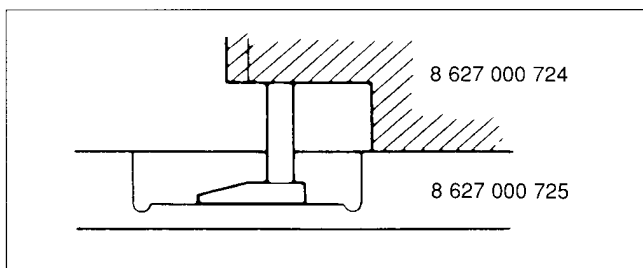

Fig. 35
3. Die Höhenmeßuhr so auf die Platte setzen, daß der Fühler der Meßuhr den ausgeschnittenen Teil der Einstellplatte berührt. Nun die Anzeige der Meßuhr auf "0" eichen. Fig. 35
3. Placer le comparateur sur le gabarit de sorte que son palpeur touche l'évidement du gabarit. Calibrer le comparateur à »0« . Fig. 35